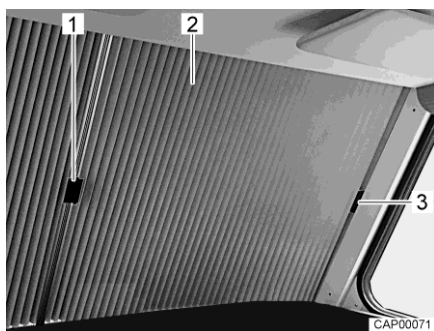

Fig. 7 Estor plegable para la luna delantera (cerrada)
- Empujar el asidero (Fig. 7,1) de cada una de las mitades de estor plegable (Fig. 7,2) hacia afuera insertándolos debajo de la cubierta en la columna A.
- Fijar el respectivo asidero en la cubierta (Fig. 7,3) encajándolo. De este modo, el oscurecedor de la luna delantera estará retenido de tal manera que no podrá cerrarse involuntariamente durante el viaje.